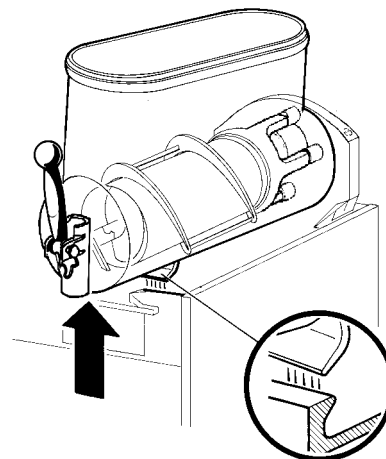

Bild 7
- 2** Den Behälter abmontieren. Dazu den unteren Teil (auf der Seite des Hahns) leicht nach oben drücken, um die unteren Befestigungshaken zu lösen (Bild 7) und den Behälter